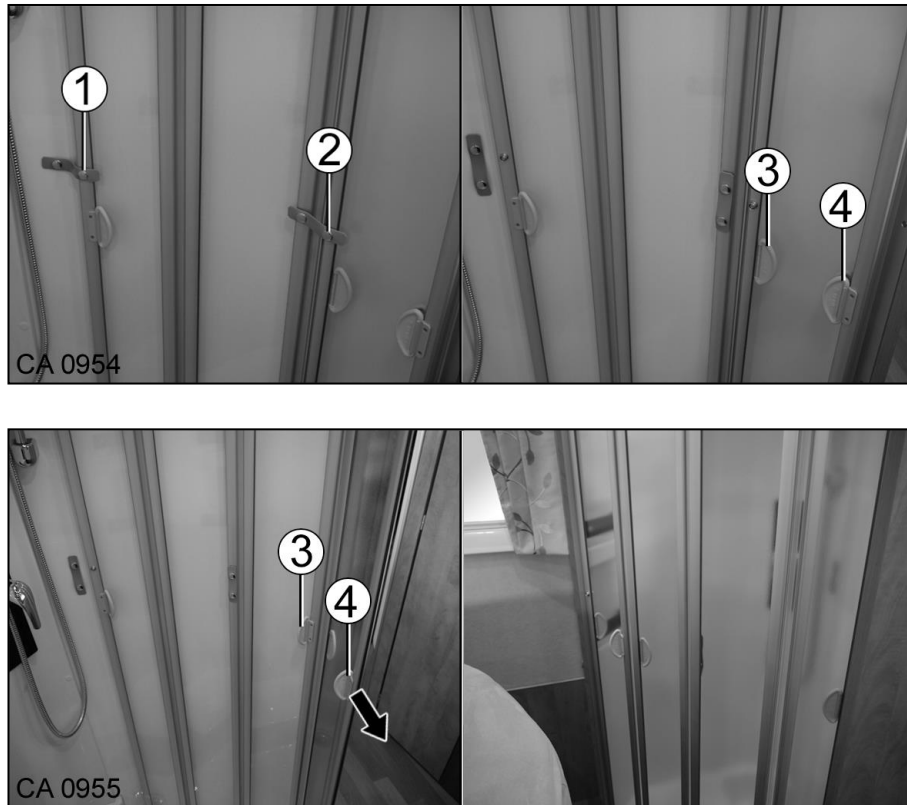

Fig. 151 Douche carrée avec portes coulissantes/portes à battants
1. Desserrer la fixation par bouton-pression (Fig. 151/1 et 2).
2. Rabattre les poignées (Fig. 151/3 et 4).
3. Fermer la porte coulissante avec la poignée (Fig. 151/3 et 4).